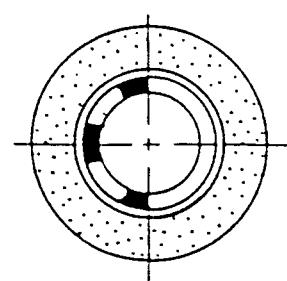

図1-16
⑧ W側が軽い場合は、2個のバランスピースを右図のように取り付ける。測定をしながら取り付けた2個のバランスピースの位置を加減する。（図1-16）